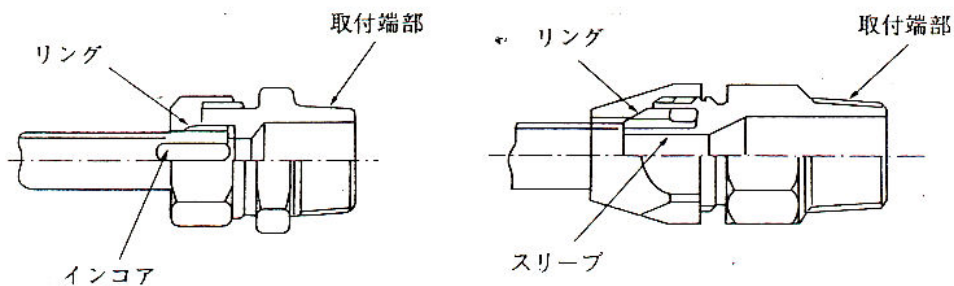

図 5-4-4 メカニカル継手
- (イ) メカニカル継手は、白色の単層管に使用する。（図 5-4-4）